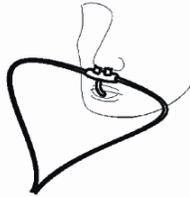

Abbildung 8
5. Legen Sie die Oral-/Nasalkanüle wie in Abbildung 8 dargestellt am Patienten an.